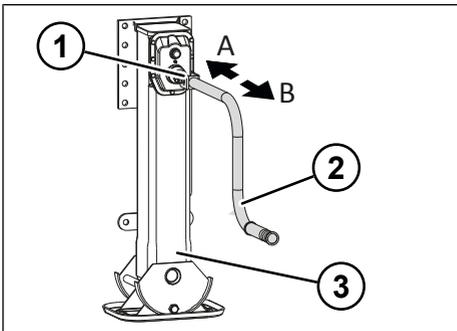

Рис. 5-2: Движение с нагрузкой и быстрый ход домкрата
- ▶ Включите быстрый ход, вытянув кривошипную рукоятку (см. "Рис. 5-2: Движение с нагрузкой и быстрый ход домкрата", стр. 25).
- ▶ Включите движение с нагрузкой, вдавив кривошипную рукоятку (см. "Рис. 5-2: Движение с нагрузкой и быстрый ход домкрата", стр. 25).
- ▶ Установите движение с нагрузкой, вдавив кривошипную рукоятку (см. "Рис. 5-2: Движение с нагрузкой и быстрый ход домкрата", стр. 25).
- ▶ Установите быстрый ход, вытянув кривошипную рукоятку (см. "Рис. 5-2: Движение с нагрузкой и быстрый ход домкрата", стр. 25).